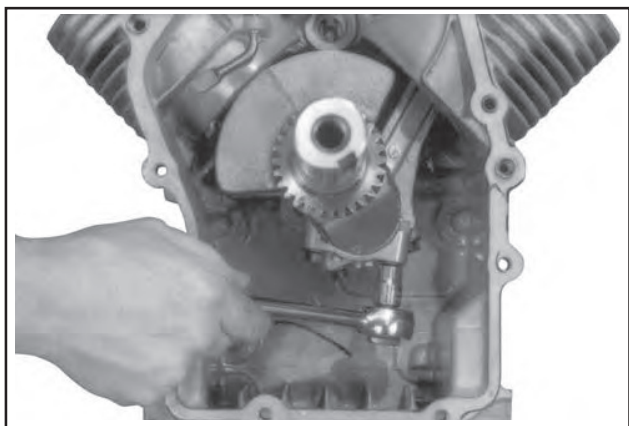

Abbildung 9-70. Ausbau der Schraubbolzen der Pleuelstange.
1. Die beiden geflanschten Sechskantschrauben, die die nächstgelegene Pleuelstangenkappe fixieren, entfernen. Die Pleuelstangenkappe demontieren. Siehe Abbildung 9-70.